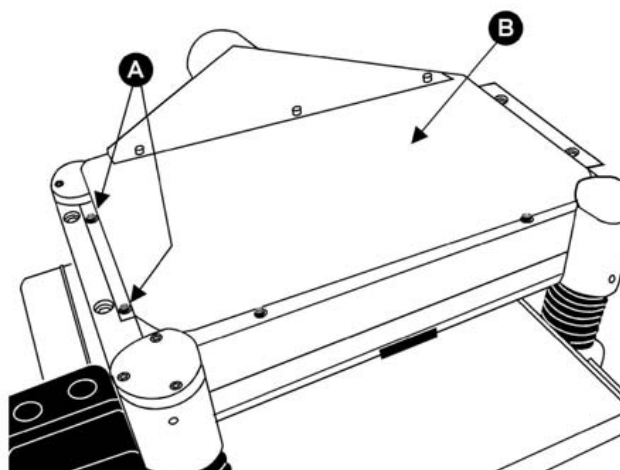

Рис. 20. Для наглядности узел двигателя снят.
#### Настройка ножей (см. рис. 20)
2. Открутите четыре винта (A, Рис.20) с верхней крышки (B, Рис. 20) и три винта со дна вытяжного патрубков. Снимите крышку и вытяжной патрубок.